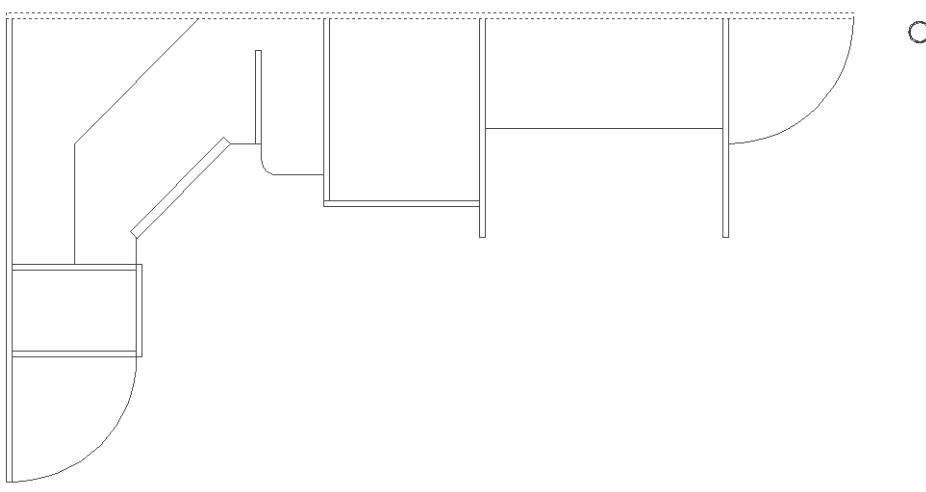

Рис. 9.3 ▶ AutoCAD определил, что выбранная точка находится внутри контура задней стенки
10. Щелкните внутри контура задней стенки рабочей зоны. Если вы не забыли отключить автоматическую привязку и выбрали нужный масштаб, эта задача не вызовет у вас затруднений. О том, что область для штриховки выбрана правильно, вы узнаете из того, что все отрезки, образующие контур задней стенки, будут отображаться штриховыми линиями (рис. 9.3).